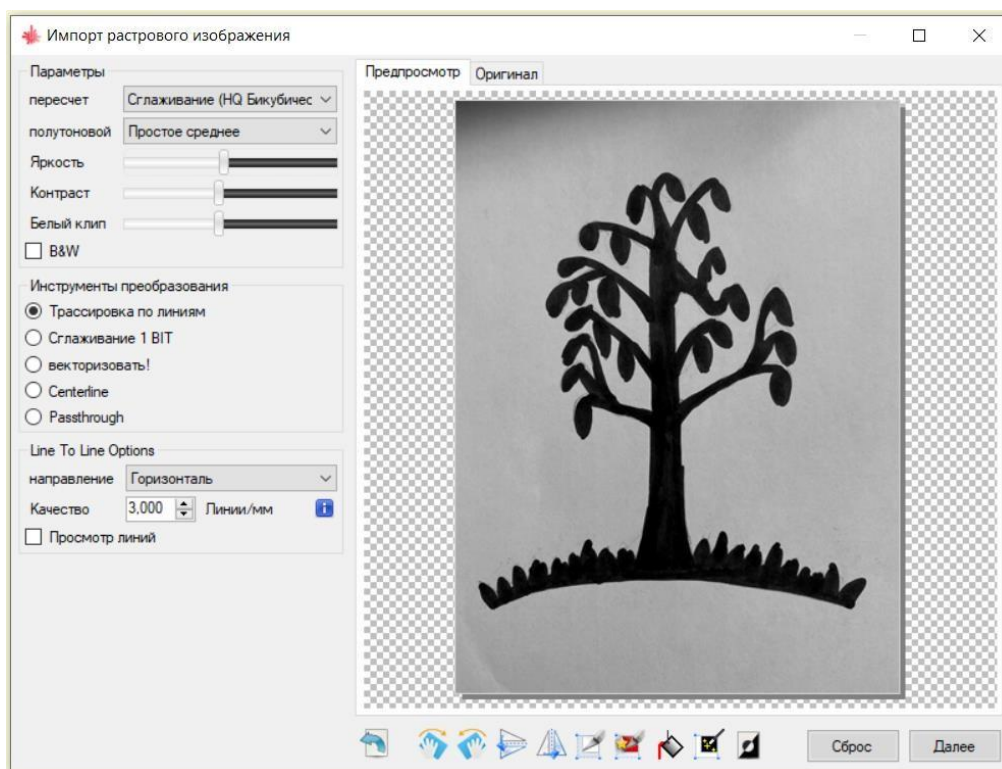

Рисунок 94 - Режим импорта растрового изображения
6. Перейдите в режим импорта растрового изображения (рисунок 94)